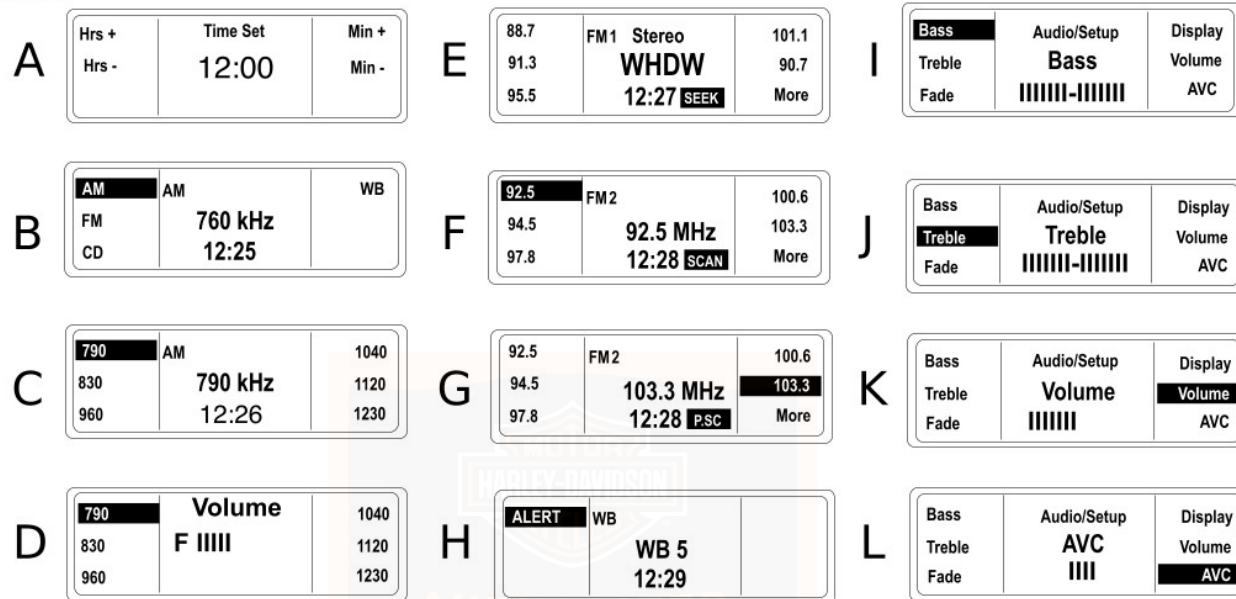

Figura 34. Esempi di schermi a cristalli liquidi
Vedere A nella Figura 34. Per aumentare le ore nel display premere il tasto funzione programmabile Hrs+. Per diminuire le ore premere il tasto funzione programmabile Hrs-. Quando l'ora è corretta, rilasciare il tasto funzione programmabile.
Vedere B nella Figura 34. Lo schermo a cristalli liquidi indicherà la banda selezionata.
Vedere D nella Figura 34. In qualsiasi momento dell'ascolto del ricevitore, è possibile regolare il volume premendo l'interruttore **AUDIO** verso l'alto (+) per aumentarlo, o verso il basso (-) per diminuirlo.
Vedere il riquadro E in Figura 34. Normalmente, l'impianto audio avanzato riceve segnali FM stereo. Lo schermo a cristalli liquidi indicherà **STEREO**.
Vedere H in Figura 34. Le trasmissioni nelle frequenze della National Oceanic and Atmospheric Administration (NOAA) National Weather Band (WB) sono disponibili solo in Nord America.
Vedere E in Figura 34. Nella modalità di SEEK (ricerca), la radio si sintonizza sulla più vicina stazione con il segnale più forte.
Vedere F nella Figura 34. Tenere premuta la parte superiore (**UP**) o quella inferiore (**DN**) dell'interruttore **MODE SEL** (selezione della modalità) per circa 5 secondi per eseguire la scansione della banda in cerca di segnali forti. La radio rimarrà sintonizzata su ogni stazione forte per 8 secondi prima di passare alla stazione successiva. Il ricevitore continua la scansione fino a quando non è interrotto.
Vedere il riquadro C nella Figura 34. AM può memorizzare 6 frequenze preselezionate.
*Vedere E e F nella Figura 34. La differenziazione delle bande FM1 e FM2 permette al pilota di memorizzare 2 gruppi di 5 frequenze FM preselezionate (10 frequenze in tutto). Per passare dalla banda FM1 a quella FM2, utilizzare il tasto funzione programmabile **More** (altro). L'intero intervallo delle frequenze FM è selezionabile sia in FM1 sia in FM2.*
Vedere G in Figura 34. Nella modalità di SCAN (scansione) delle preselezioni, la radio passa continuamente da una stazione preselezionata alla successiva fino a quando non si annulla la scansione. Mentre è attiva la scansione preselezionata viene visualizzata l'icona di P.SC.
Vedere D nella Figura 34. Il volume si regola con l'interruttore **AUDIO** sul semimanubrio sinistro. Per aumentare il volume, premere con il pollice sinistro la parte superiore (+) dell'interruttore **AUDIO**; per ridurre il volume premere la parte inferiore (-) dell'interruttore. Lo schermo a cristalli liquidi visualizzerà la parola Volume e un grafico a barre di lunghezza variabile a seconda del valore.
Vedere il riquadro K nella Figura 34. Anche il volume può essere regolato in Audio/Setup (audio/impostazioni).
BASS (toni bassi): Vedere I nella Figura 34. Premere **AUDIO** per visualizzare Bass Audio/Setup (toni bassi audio/impostazioni). Per aumentare i toni bassi, premere con il pollice sinistro la parte superiore (+) dell'interruttore **AUDIO**; per ridurli premere la parte inferiore (-) dell'interruttore. Lo schermo a cristalli liquidi visualizzerà la parola Bass (toni bassi) e una linea tratteggiata di lunghezza variabile a seconda dell'impostazione. Il trattino corto al centro indica il valore centrale.
TREBLE (toni alti): Vedere J nella Figura 34. Da Bass Audio/Setup, premere e rilasciare **AUDIO** per passare a Treble. Per aumentare i toni alti, premere con il pollice sinistro la parte superiore (+) dell'interruttore **AUDIO**; per ridurli premere la parte inferiore (-) dell'interruttore.
Vedere J nella Figura 34. Lo schermo a cristalli liquidi visualizzerà la parola Treble (toni alti) e un grafico a barre di lunghezza variabile a seconda dell'impostazione. Il trattino corto al centro indica il valore centrale.
Vedere L in Figura 34. Il controllo automatico del volume (AVC) regola automaticamente il livello del volume per compensare i rumori di fondo associati alla velocità della motocicletta.